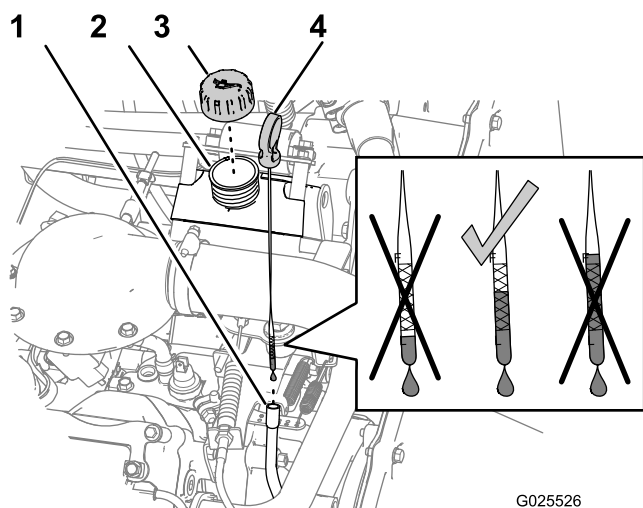

Figura 21
1. Retire a vareta (Figura 21) e limpe-a com um pano limpo.
3. Retire a vareta e verifique o nível de óleo (Figura 21).
4. Se o nível de óleo estiver baixo, retire o tampão de enchimento e adicione óleo suficiente (Figura 21) para elevar o nível de óleo até à marca Full, existente na vareta.
5. Instale o tampão de enchimento no tubo de enchimento (Figura 21).
6. Com firmeza, instale a vareta no tubo da vareta (Figura 21).